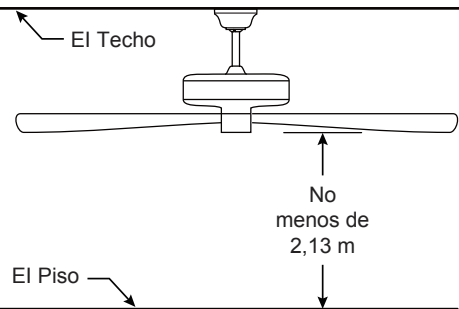

Figura 2
Uso de perfil profundo (Figura 2)
2. Retire el clip de horquilla y pasador de horquilla de la parte inferior de la bola para colgar. Retener el pasador y clip para la reinstalación en el paso 4. (Figura 2)
Debe colgar el ventilador a una distancia mínima de 2,13 m desde las aspas hasta el piso. (Figura 2)
Para evitar una posible descarga eléctrica, asegúrese de cortar la alimentación eléctrica de la caja de fusibles principal antes de alambrado el ventilador. (Figura 2)